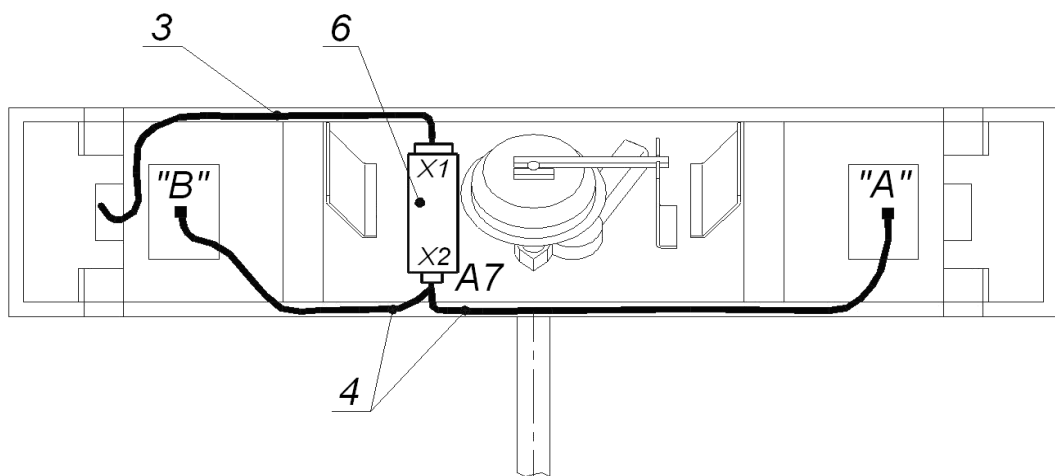
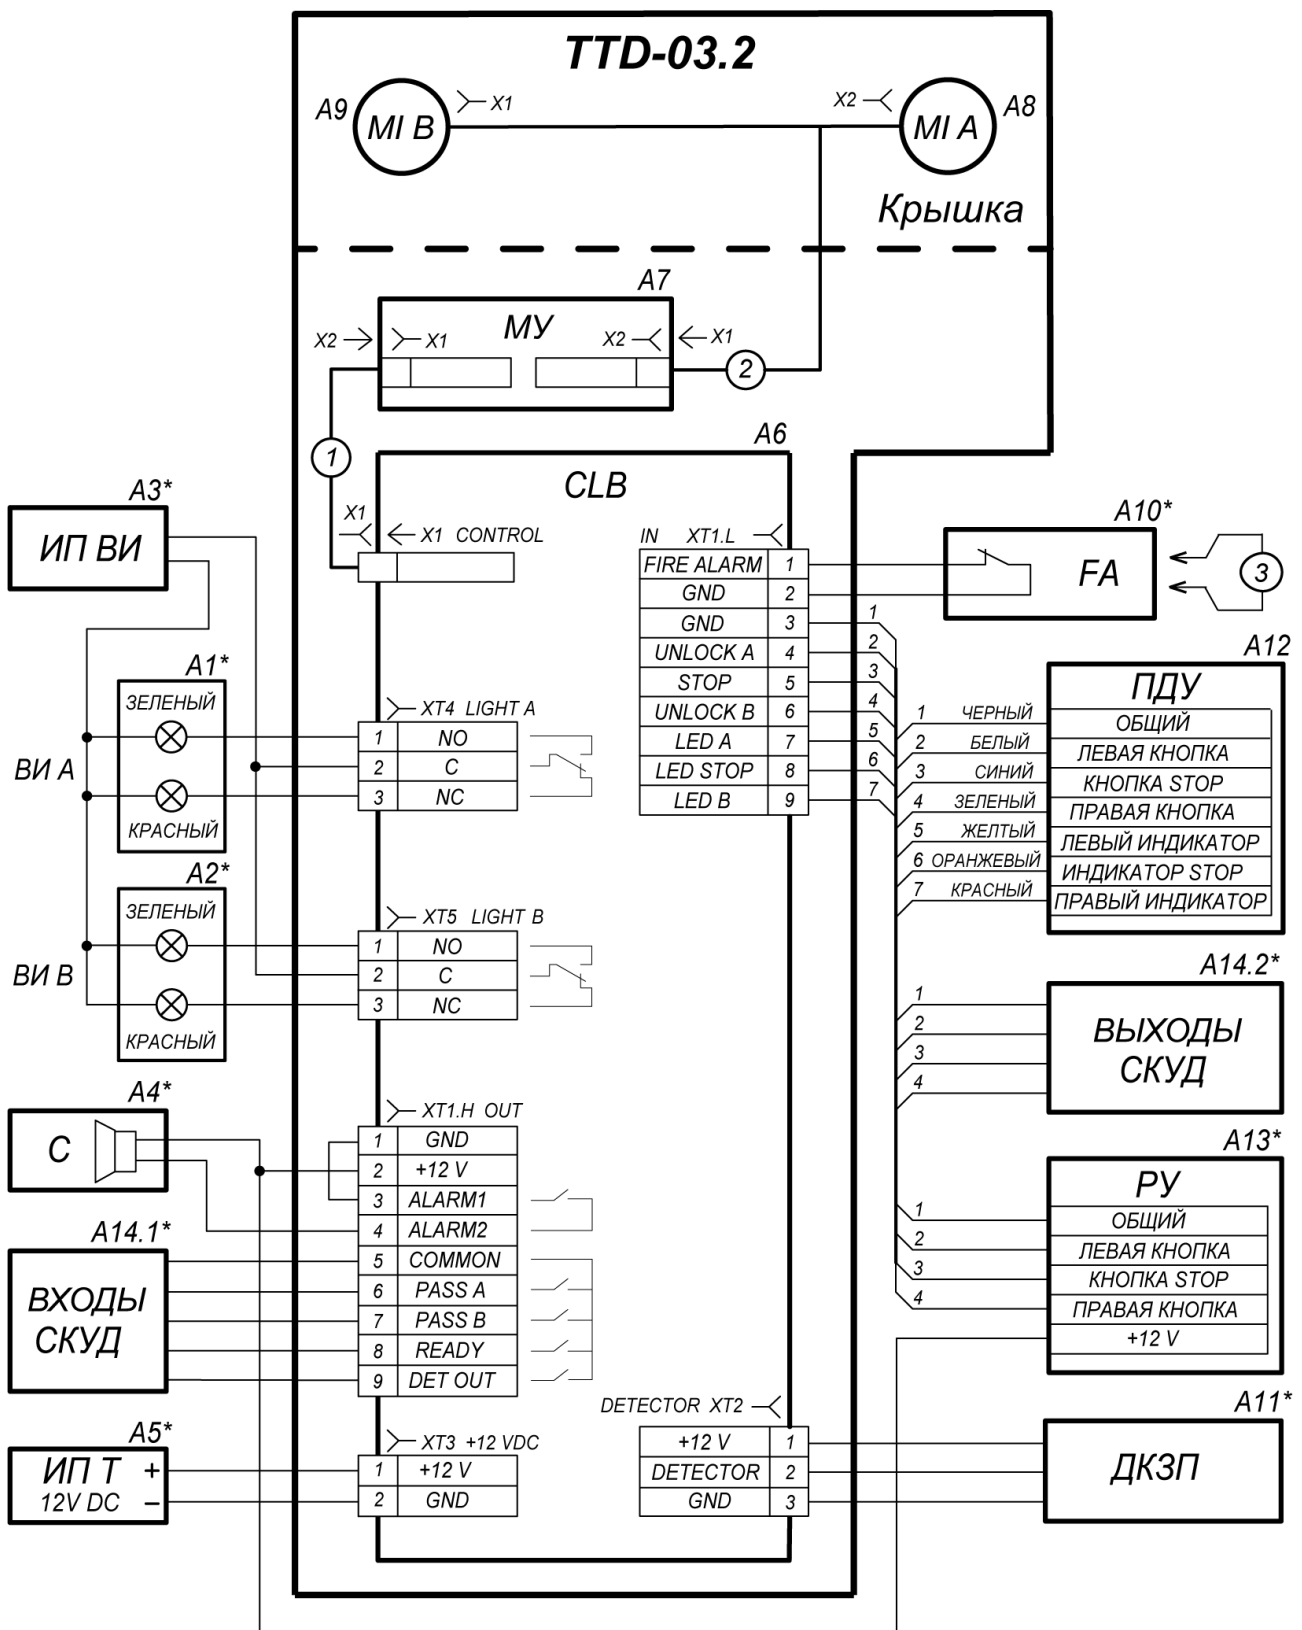

Рисунок 12. Схема прокладки кабелей в стойке турникета:
Рисунок 13. Схема электрическая соединений¹
Схема подключения турникета приведена на рис. 13. Расположение клеммных колодок на плате управления указано на рис. 4. Используемые при монтаже кабели указаны и их максимальная длина указаны в разд. 8.3. Рекомендации по подготовке установочной поверхности и организации зоны прохода приведены в разд. 8.1.
- позиции А4, А6 – А9, А11 – см. рисунок 13.
8. Все подключения к плате CLB выполняйте в соответствии со схемой электрических соединений (рисунок 13). Прокладка кабелей внутри стойки турникета показана на рисунке 12.
9. Установите источник питания турникета (11) на отведенное для него место (порядок монтажа источника питания указан в *Паспорте* на этот источник питания).
10. Подключите кабель питания (14) от источника питания турникета (11) к клеммной колодке ХТЗ на плате CLB. Подключите кабель (13) ПДУ (12) к клеммной колодке ХТ1.L на плате CLB. Подключите, при необходимости, кабели от других устройств к соответствующим клеммным колодкам платы CLB (см. рис. 12 и 13). При подключении устройства, подающего команду аварийной разблокировки, снимите перемычку в виде провода, установленную между контактами *Fire Alarm* и *GND* клеммной колодки ХТ1.L (*In*).